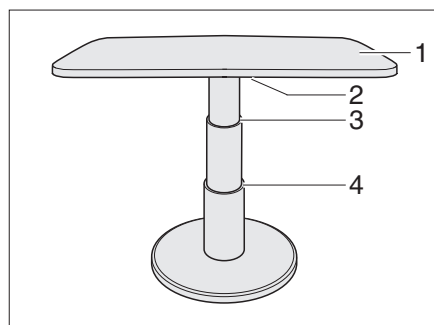

Bild 56 Hubtisch der Rundsitzgruppe
- Den Verriegelungshebel (Bild 56,2) nach links schwenken. Die Verriegelung ist offen.
- Die Tischplatte (Bild 56,1) in der Mitte bis zum gewünschten Anschlag (Bild 56,3 oder 4) nach unten drücken und gedrückt halten.